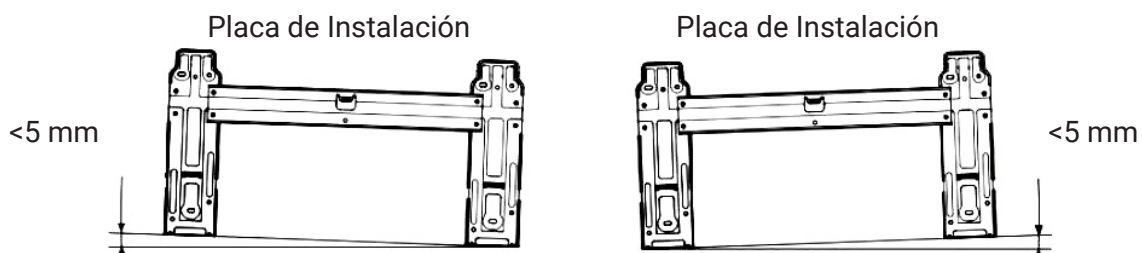

Fig.4
- Desmonte la placa metálica de instalación de la unidad interior. Ajuste la placa de instalación en posición horizontal. La diferencia de altura entre el lado derecho e izquierdo de la placa de instalación debería ser menor de 5 mm. (Fig. 4)